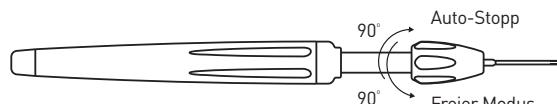

Abbildung 3 – Griff-Modi
4. Überprüfen Sie, ob beide Modi der Griffbetätigung funktionieren (freier Modus und Auto-Stopp). Schalten Sie zwischen den Modi um, indem Sie den oberen Teil des Griffs um um 90 % drehen (siehe Abbildung 3).